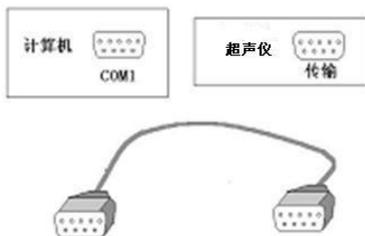

图 6.16 接线方式示意
A) 进行文件传输之前需要按图 6.16 用我们提供的专用串口线将计算机与超声仪连接起来。需要注意连接计算机端的串口的串口号，根据实际情况在超声仪文件目录框中进行设置。